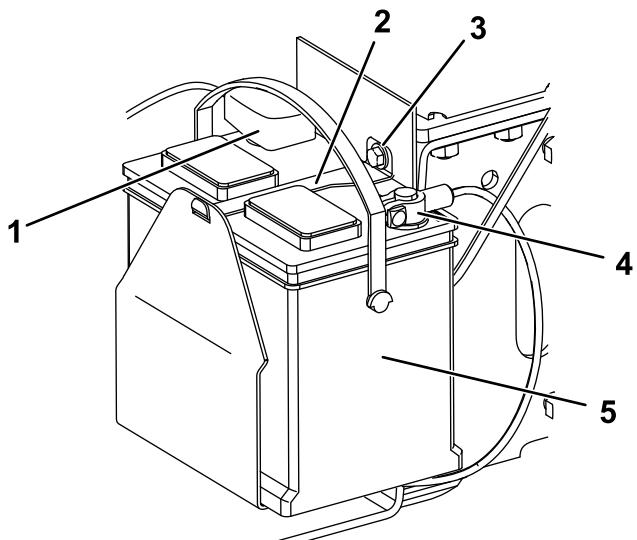

Bild 38
1. Schraube (3)
5. Entfernen Sie die Schraube, Scheibe und Stange, mit denen die Batterie befestigt ist (Bild 38).
- 6. Klemmen Sie das (schwarze) Minuskabel vom Batteriepol ab (Bild 38). Bewahren Sie die Befestigungen auf.
- 8. Klemmen Sie das Pluskabel (Rot) vom Batteriepol ab (Bild 38). Bewahren Sie die Befestigungen auf.
- 1. Schließen Sie das Pluskabel (Rot) der Batterie mit den vorher entfernten Befestigungen am Pluspol (+) der Batterie an (Bild 38).
3. Schließen Sie das Minuskabel (Schwarz) der Batterie mit den vorher entfernten Befestigungen am Minuspol (-) der Batterie an (Bild 38).
4. Befestigen Sie die Batterie mit der Stange, Schraube und der Scheibe (Bild 38).